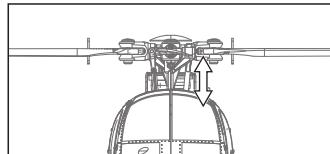

図1. 機体を正面から見た図
- エルロンスティック(モード1:右スティック、モード2:右スティック)を左右に動かすとエルロンサーボ側のリンクージロッドが上下します(図1)。動作に引っ掛かりや異音がないか確認します。